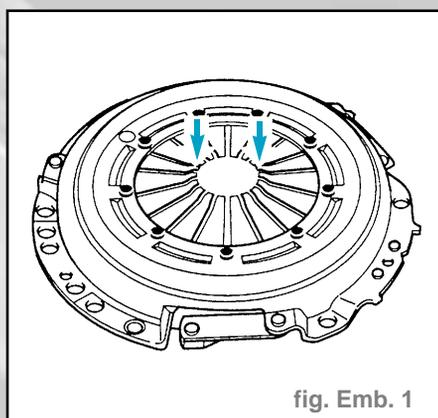

fig. Emb. 1
- Une usure de la moitié de l'expansion du ressort du diaphragme est admissible (fig. Emb. 1).